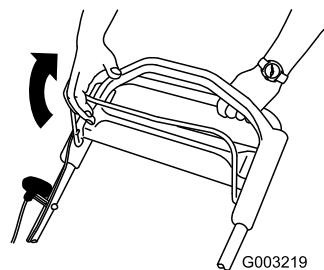

Bild 13
1. Ziehen Sie den Schaltbügel gegen den Bügel (Bild 13).